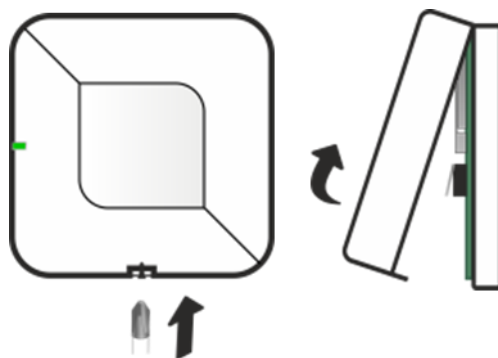

Рисунок 8.1 — Вскрытие корпуса сирены Livi Siren
2. Вскройте корпус сирены, если он был закрыт (см. рисунок 8.1).
- Вскройте корпус сирены, если он был закрыт (см. рисунок 8.1).